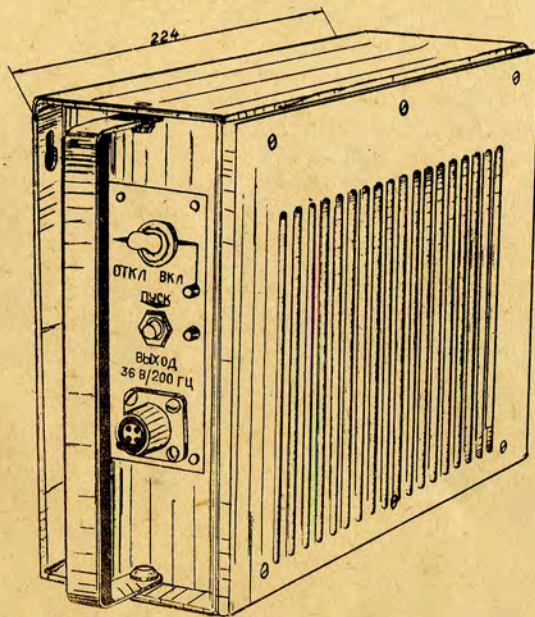

Рис. 3. Расположение преобразователя при работе, на стенке.
- закрепить прибор на ровной, сухой, нетокпроводящей стенке в чистом, хорошо освещенном и проветриваемом помещении или под навесом, рис. 3;